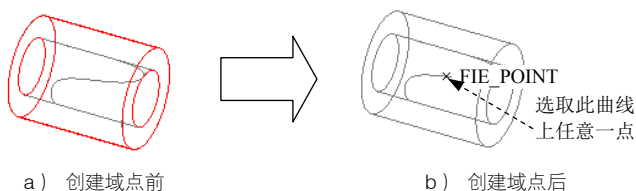

图 8.1.17 练习
练习要求：在图 8.1.17 所示的柱内曲面的曲线上创建域点。
Step3. 在图 8.1.17 所示的柱内曲面的曲线上任意单击一点，系统立即创建基准点。